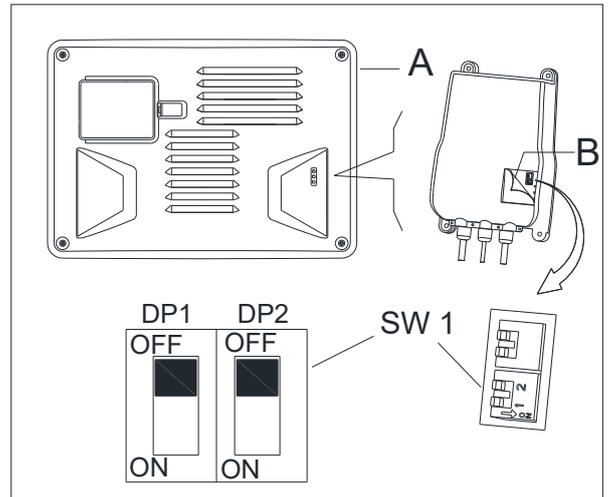

Abbildung 6
- Schalten Sie die Maschine aus und nehmen Sie den Deckel von der Maschine ab (A auf Abbildung 6). Hebeln Sie dann das Typenschild auf dem Deckel des Ladegeräts ab (B auf Abbildung 6). Im Ladegerät befinden sich 2 Dip-Schalter (SW1 und SW2).